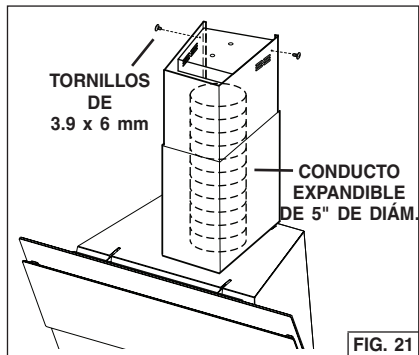

FIG. 21
16. Estire el conducto expansible, fíjelo al adaptador de 5" a 6" y coloque cinta adhesiva en las juntas. Fig. 21.
22. Instale (2) tornillos de montaje de 3.9 x 9.5 mm para asegurar el conducto de humo superior a la cámara de distribución.